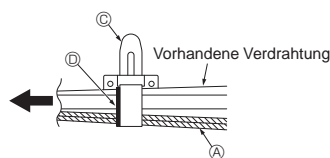

Fig. 6-10
4. Den optionalen Leitungsdraht ① und vorhandene Verdrahtung mit Band ④ befestigen. (Fig. 6-10)
- ① Leitungsdraht des optionalen VENTILKIT
- ② Elektrokasten
- ③ Kabelklemme
- ④ Band